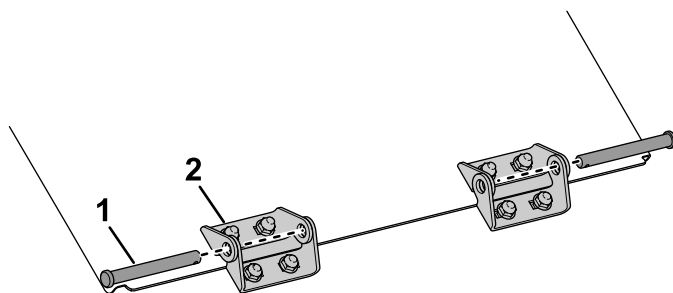
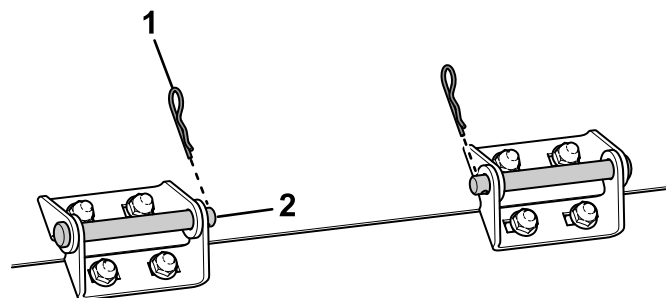

図 8
図 9
7. ホッパーのドアを機体に取り付ける【図 8】と【図 9】に示すように、蝶番どうしをピンで連結する。